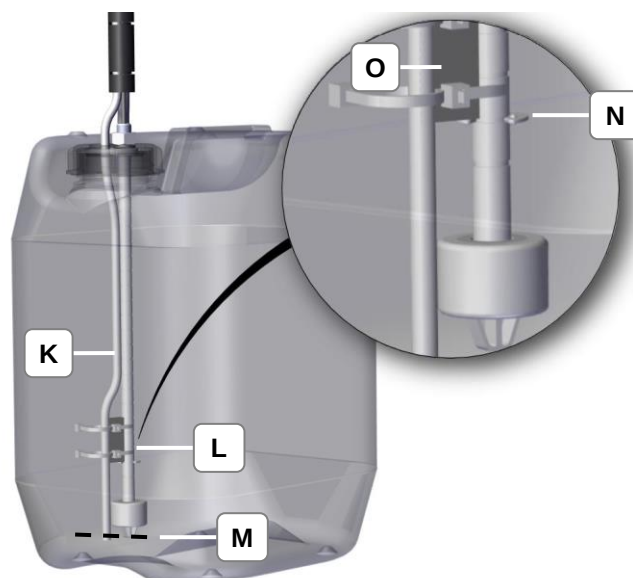

Bild 4.5.5: Schlauch und Kabel
Betrieb mit Kanister • Eine einwandfreie Funktion des Betriebs mit Kanister ist gewährleistet, wenn der Schlauch (K) und das Kabel (L) auf gleiches Niveau (M) eingestellt sind (Bild 4.5.5).